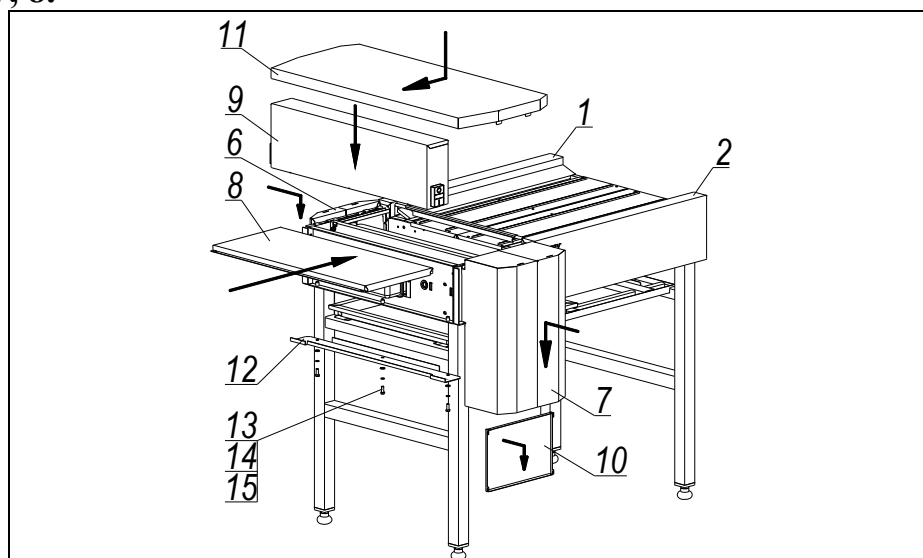

Рис.6
4. Произвести монтаж всех боковых декоративных панелей (поз.1) и (поз.2) **рис.6, 7, 8.**
- **Рис.6.** Кожух (поз.6), кожух привода (поз.7), подставка (поз.8), облицовка передняя (поз.9), крышка внутренняя (поз.10), столик (поз.11). Фиксировать облицовку переднюю при помощи прижима (поз.12) и крепежа М6 (болт М6х14 (поз.13), шайба Ø6 (поз.14), шайба пружинная Ø6 (поз.15)).